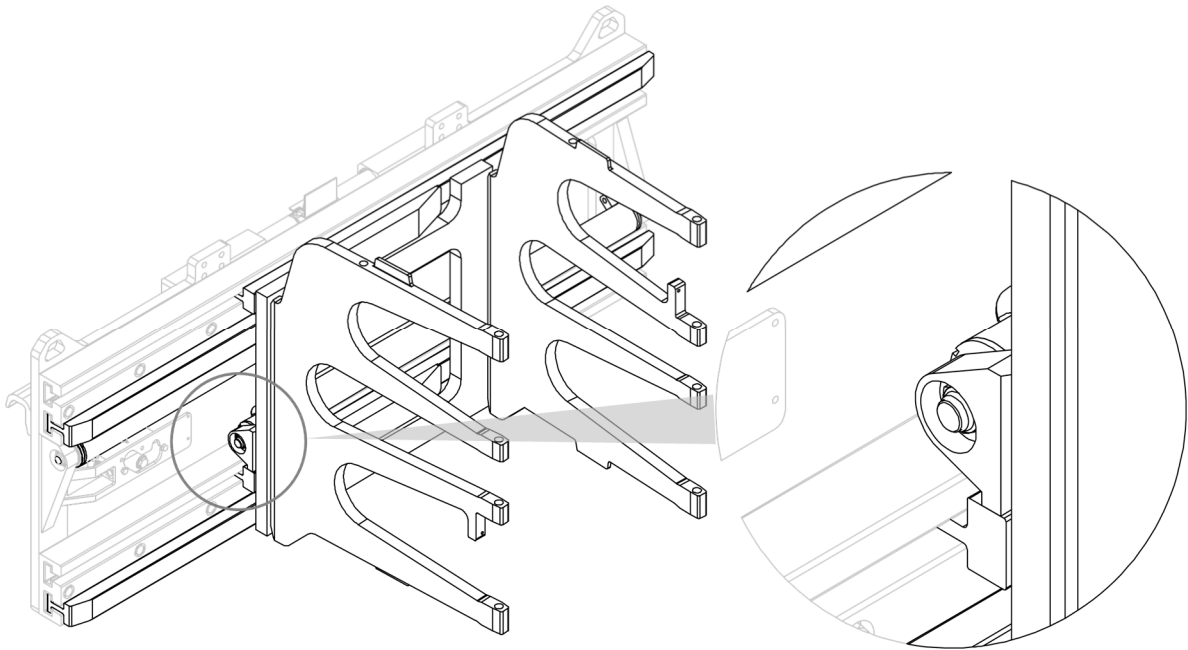
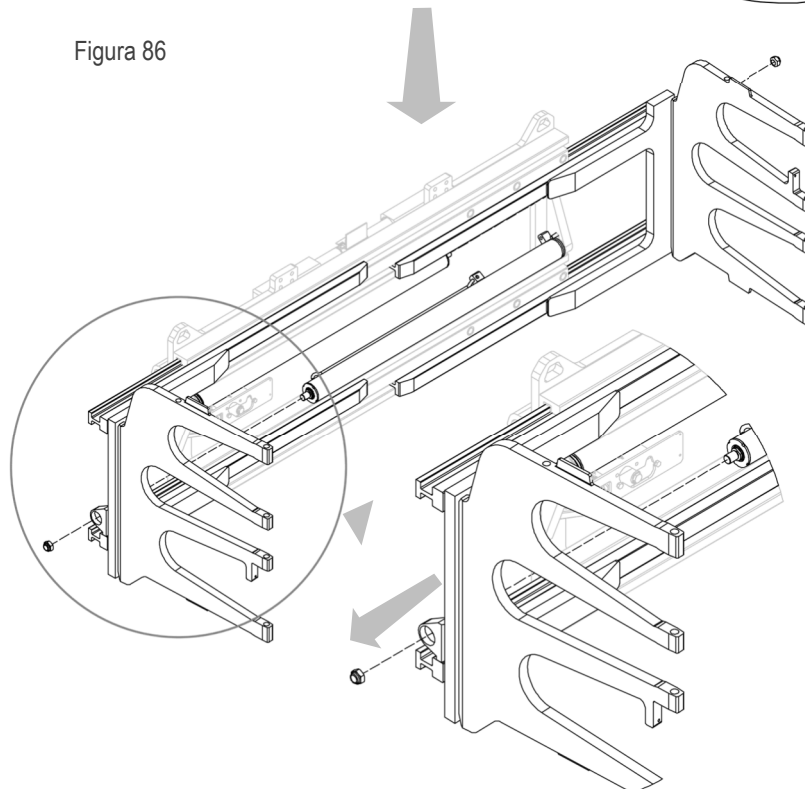

Figura 86
Figura 87
3. Extraer, una a una, las horquillas de los asientos correspondientes después de retirar las tuercas correspondientes que las unen a los cilindros (ver *Figura 86* y *Figura 87*).